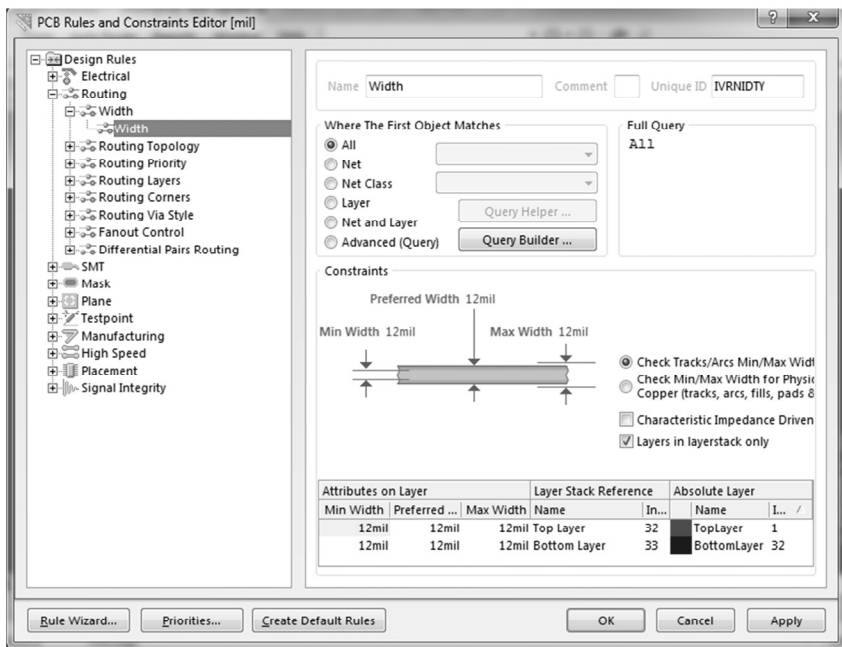

Рис. 4.12. Настройки ширины проводников в окне PCB Rules and Constraints Editor
4. Выберите правило **Width** (Ширина), рис. 4.12, чтобы показать его настройки. Это правило применяется ко всем цепям на печатной плате, поскольку область действия указана как **All** (Все).